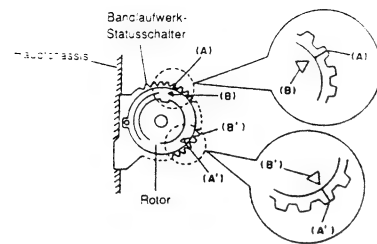

Abb. 3-1
2. Phasen Anpassung der Einheit (Abb. 3-1, 3-2, 3-3, 3-4)
- Die Markierungen (A) und (A') an dem Bandlaufwerk-Statusschalter und die Markierungen (B) und (B') an dem Rotor ausrichten (siehe Abb. 3-1).